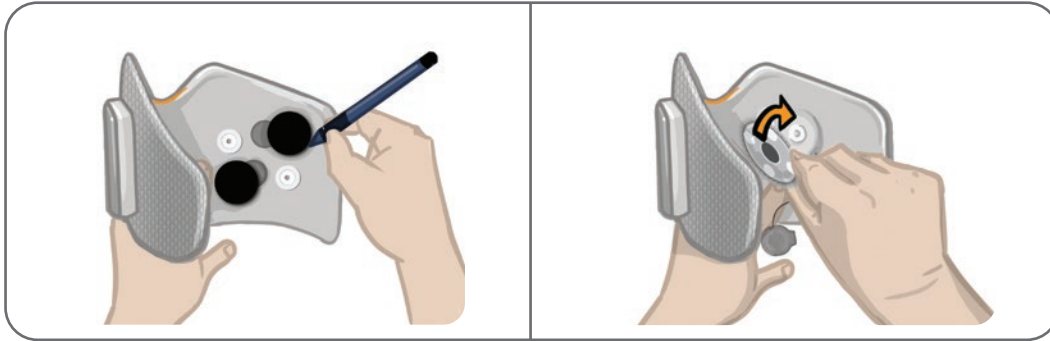

Bild 11-8: Markera positionen för elektrodbasen (vänster)
1. Avlägsna kabelskydden och markera platsen för de använda elektrodbaserna på manschettfodret med en märkpenna. Se bild 11-8.
2. Lossa elektrodbasernas klickfästen från kontakthålen. Se bild 11-8.